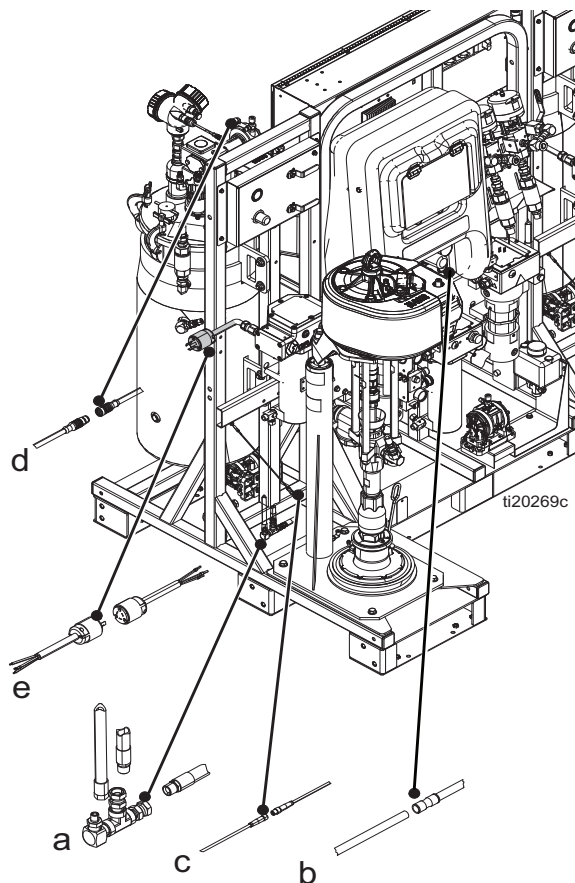

FIG. 15
- a. Anslut den röda 1/2 tums luftslangen till svivelkopplingen. Se "a" i FIG. 15.
- b. Anslut 1/4 tums YD luftsignaler till det rör som har en röranslutning. Detta är matarpumpens styrsignal. Se "b" i FIG. 15.
- c. Anslut den lilla kabeln med M8-kontakt till den andra M8-kontakten. Se "c" i FIG. 15.
- d. Anslut den större kabeln med M12-kontakt till den andra M12-kontakten. Detta är anslutningen till nivåsensorn. Se "d" i FIG. 15.